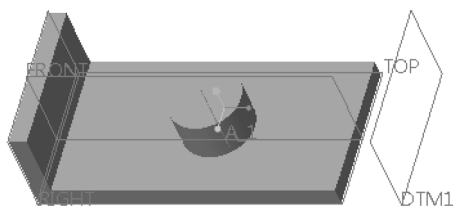

图 3-14 完成基准平面 DTM1
4) 单击“基准平面”对话框中的“确定”按钮。完成一个新基准平面的创建, 该基准平面的名称为“DTM1”, 如图 3-14 所示。